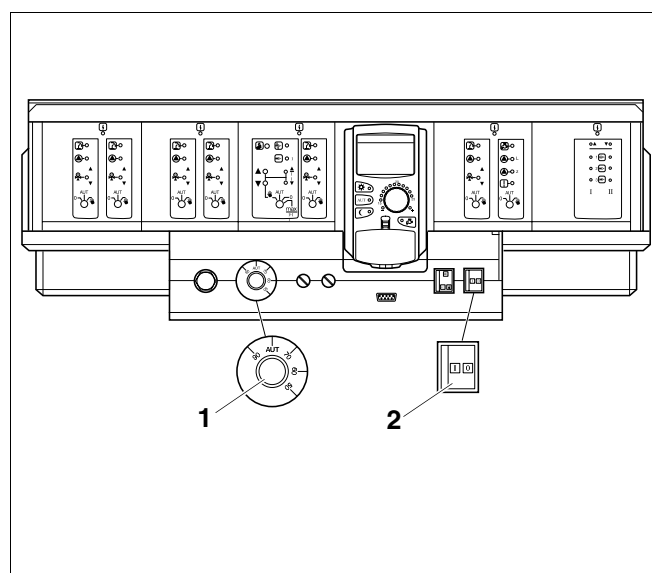

Fig. 3 Sistema di regolazione Logamatic 4000
Mettere in funzione la caldaia, agendo sull'apparecchio di regolazione fig. 3. Mettendo in esercizio l'apparecchio di regolazione, si mette in esercizio automaticamente anche il bruciatore. Il bruciatore può essere quindi azionato dall'apparecchio di regolazione. Ulteriori informazioni in merito si trovano nelle istruzioni d'uso del relativo apparecchio di regolazione.
- Impostare l'interruttore d'esercizio (fig. 3, **pos. 2**) su "I" (ON).
- Impostare il regolatore di temperatura dell'acqua di caldaia (fig. 3, **pos. 1**) su "AUT". In caso di regolazione costante impostare la temperatura desiderata (min. 65 °C).
- Portare l'interruttore d'esercizio (fig. 3, **pos. 2**, pagina 7) in posizione "0" (OFF).
- Impostare l'interruttore di esercizio dell'apparecchio di regolazione (fig. 3, **pos. 2**, pagina 7) sulla posizione "0" (OFF).
- Dopo circa tre secondi, posizionare l'interruttore di esercizio del dispositivo di regolazione (fig. 3, **pos. 2**, pagina 7) sulla posizione "1" (ON).